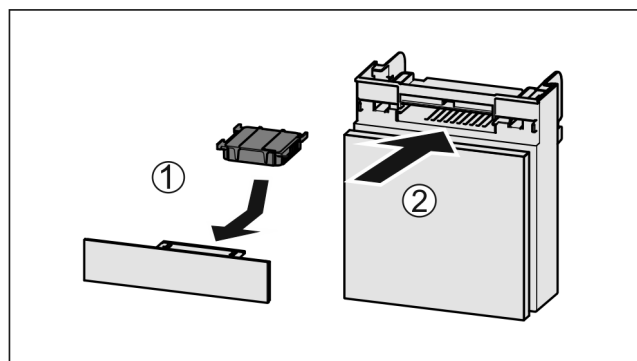

Fig. 226
- ▶ Wkładać Fig. 226 (1) filtr z węglem aktywnym zgodnie z ilustracją.
- ▶ Wsunąć komorę Fig. 226 (2).